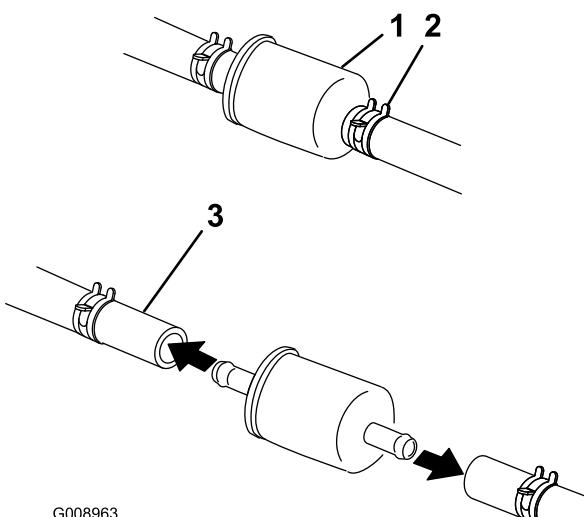

Figure 57
- Fermez le robinet d'arrivée de carburant situé sous le siège (Figure 57).
- Pincez les extrémités des colliers et faites glisser ceux-ci pour les éloigner du filtre (Figure 57).
- Posez un filtre neuf et rapprochez les colliers de fixation des conduites du filtre (Figure 57).